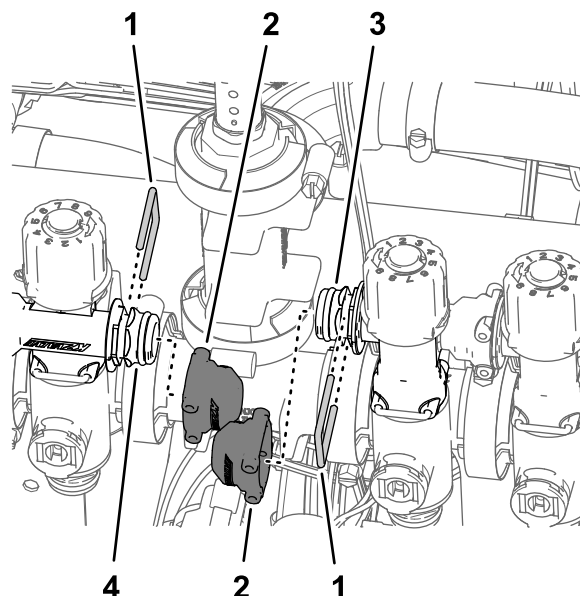

Figure 104
9. Fixez les obturateurs sur les raccords rapides des soupapes de dérivation des vannes de buses 5 et 6 avec les étriers fournis avec les obturateurs (Figure 104).